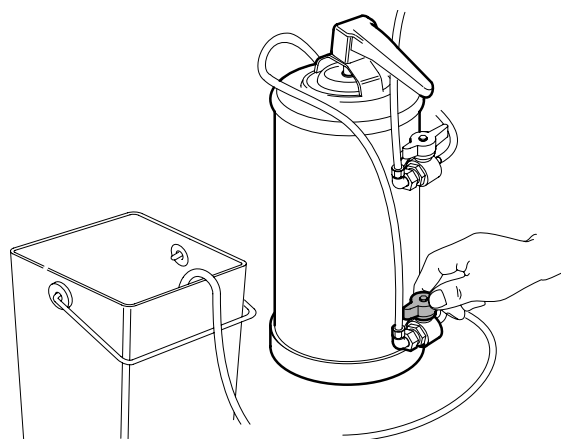

Fig. 6.16
- Girar el grifo inferior habiendo tenido la precaución de colocar el tubo del grifo inferior en el cubo (Fig.6.16).